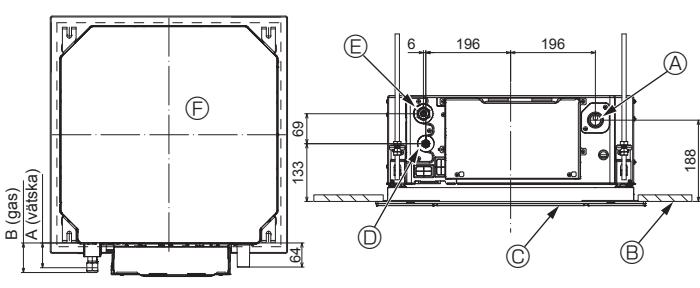

Fig. 5-7
5.3. Placering av köldmedels- och kondensvattenrör (Fig. 5-7)